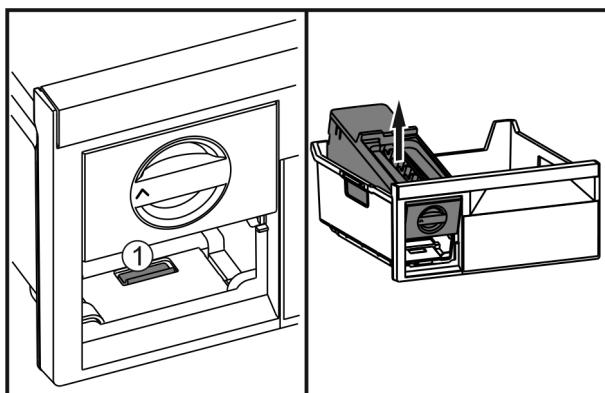

Fig. 51
- Натиснути на накладку Fig. 51 (1), EasyTwist-Ice підняти ззаду і витягнути з висувного ящика для заморожування.